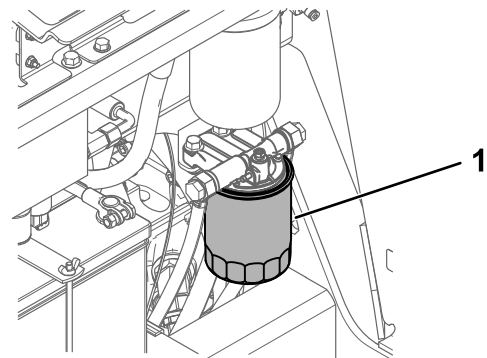

Figure 58
5. Placez un bac de vidange propre sous la cartouche du filtre à carburant (Figure 58).